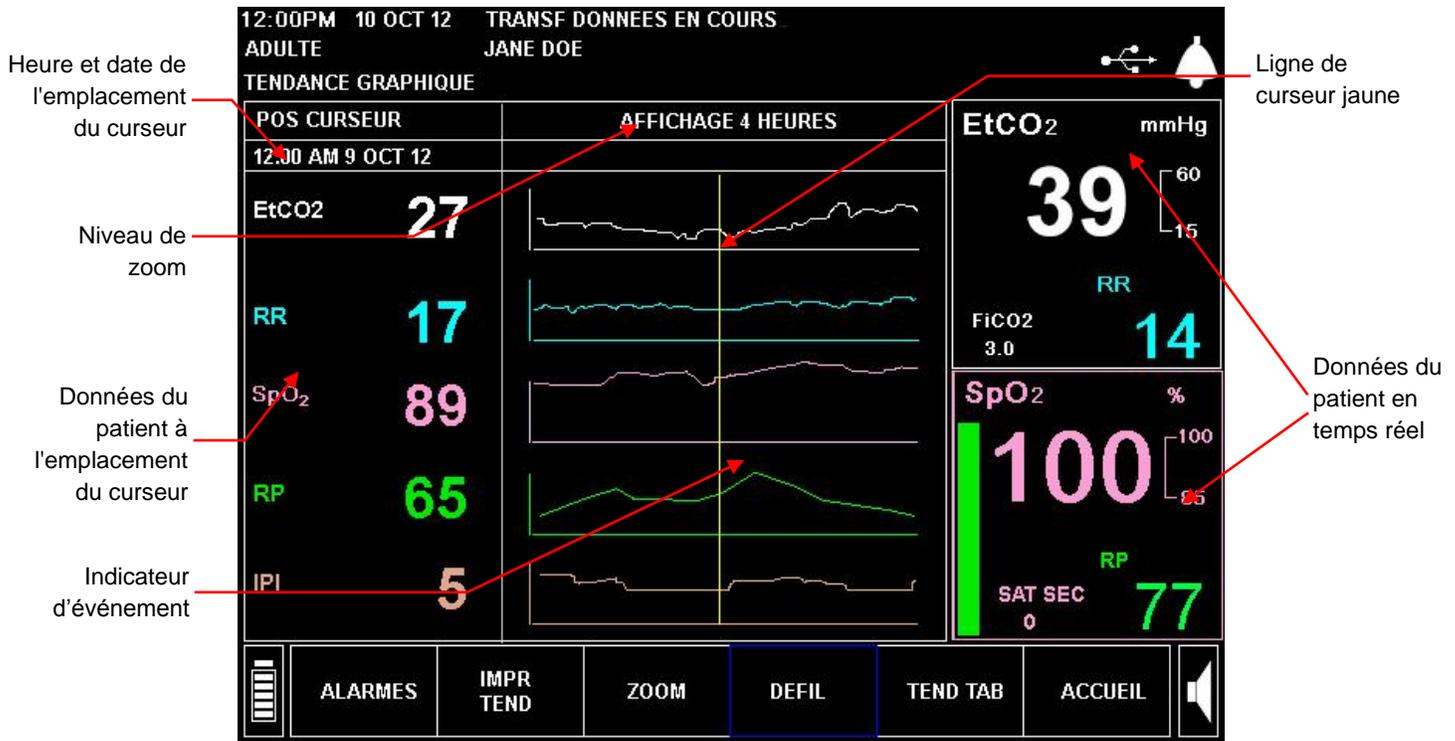

Figure 31 – Affichage graphique de tendance
1. Dans l'écran d'accueil, utilisez la molette de commande pour sélectionner *TENDANCE* dans les boutons de la barre de menu au bas de l'écran. L'écran Tendance graphique illustré à la Figure 31 – Affichage graphique de tendance, ci-dessous, s'affiche.
- Ligne de curseur jaune : La ligne jaune verticale traverse les quatre graphiques et peut être déplacée à l'aide de la molette de commande lorsque l'option **DÉFIL** est sélectionnée. La ligne du curseur indique l'emplacement actuel dans les données de tendance, avec la date et l'heure exactes indiquées sous l'en-tête **POS CURSEUR** près de l'angle supérieur gauche de l'écran comme illustré à la Figure 31 – Affichage graphique de tendance, page 87.
Pour trouver une occurrence d'un événement ou d'une alarme, faites défiler l'affichage graphique pour rechercher les marqueurs d'événements et d'alarmes comme illustré ci-dessus à la Figure 31 – Affichage graphique de tendance en page 87. Placez la ligne de curseur jaune sur le marqueur d'alarme rouge, puis quittez le mode Défilement en cliquant avec la molette de commande. Lorsque vous zoomez sur un autre affichage d'heure, le curseur apparaît au centre de l'écran graphique à l'heure appropriée indiquée dans l'écran précédent.